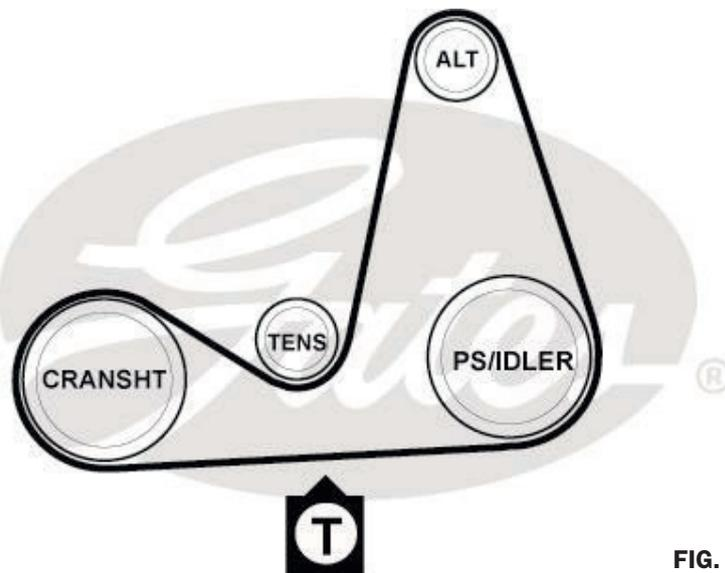

FIG. 1
8. Tendere la cinghia: la cinghia deve essere tesa (con strumento Mot.1638, rif. OE 0000163800) maggiormente rispetto alla tensione di uscita dalla fabbrica. Misurare la tensione nel tratto inferiore, tra l'albero motore (CRANSHT) e la pompa idroguida (PS/IDLER) (o rullo fisso per le auto senza servosterzo) (Fig. 1).